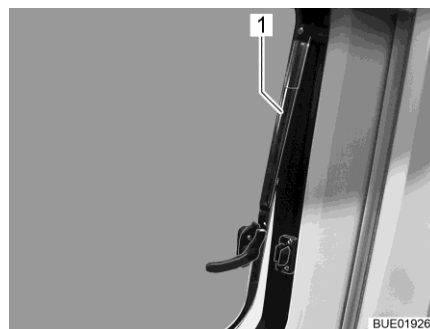

Fig. 12 Finestra apribile con deflettori automatici, aperta
- Aprire la finestra apribile fino alla posizione desiderata. Fissare la finestra apribile facendo innestare autonomamente il deflettore automatico (Fig. 12,1).